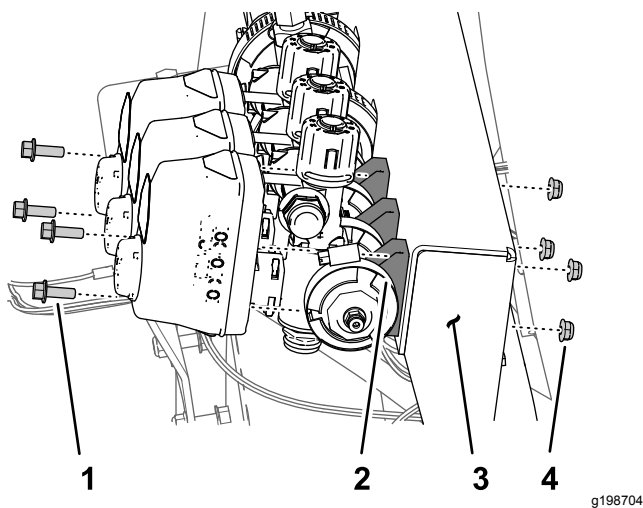

图68
1. 拧下将左喷洒臂段阀固定至歧管安装架的 2 个凸缘头螺栓  $\frac{1}{4} \times \frac{3}{4}$  英寸和 2 个锁紧螺母  $\frac{1}{4}$  英寸图68。
2. 拧下将右喷洒臂段阀固定至歧管安装架的 2 个凸缘头螺栓  $\frac{1}{4} \times \frac{3}{4}$  英寸和 2 个锁紧螺母  $\frac{1}{4}$  英寸图68。
3. 拧下将左喷洒段阀的法兰固定至适配器的法兰夹具 4064mm 和垫片 25 x 35mm 图68。